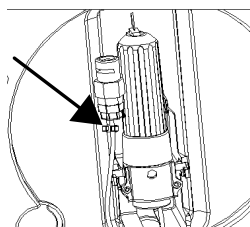

Fig.9
1. Placez le tuyau de raccordement du CO₂ à côté du support de la cartouche de CO₂. Ces deux composants ne sont pas nécessaires pour les fûts Heineken (fig. 9).